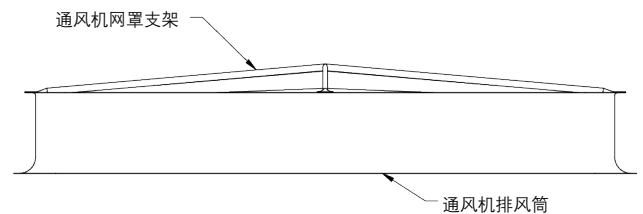

图 13 - 通风机网罩支架的安装
2. 通风机网罩由“X”型支架进行支撑。将支架架在排风筒顶部（见图13），并用3/8" (10mm) 的螺栓固定在排风筒上。